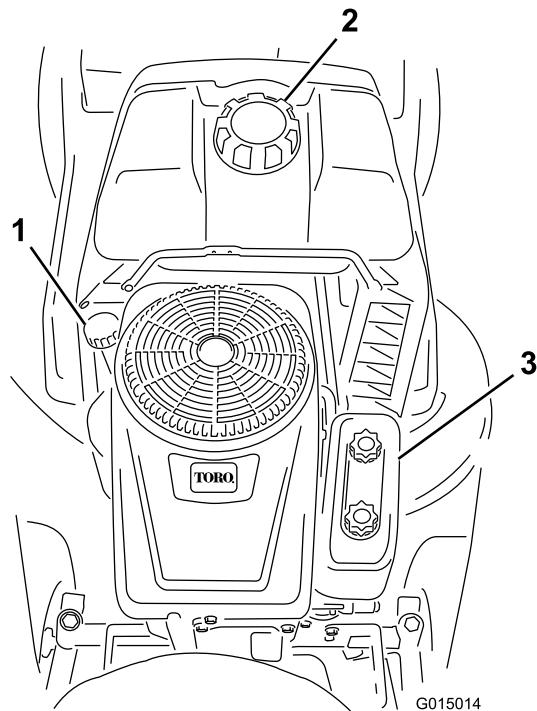

Figura 18
5. Limpie alrededor de la varilla de nivel de aceite (Figura 18) para impedir que caiga suciedad por el orificio de llenado y cause daños en el motor.
9. Limpie alrededor de la varilla de nivel de aceite (Figura 18) para impedir que caiga suciedad por el orificio de llenado y cause daños en el motor.
- Desenrosque la varilla de aceite y vierta lentamente aproximadamente el 80% de la cantidad especificada de aceite por el orificio de llenado (Figura 18).